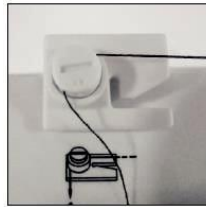

Abb.21
2. Führen Sie den Faden durch die Spulerspannungsscheibe an der Oberseite der Maschine. (Abb.21)